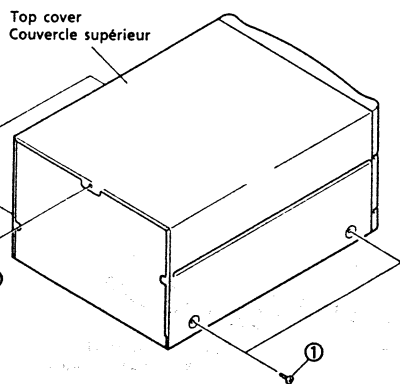
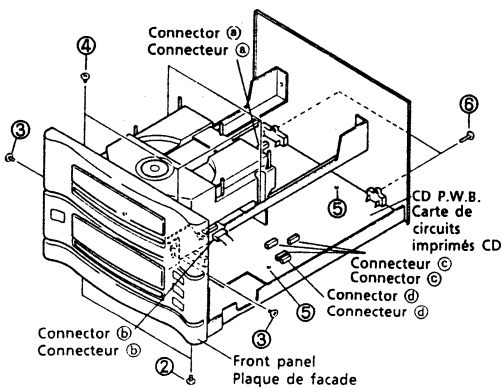
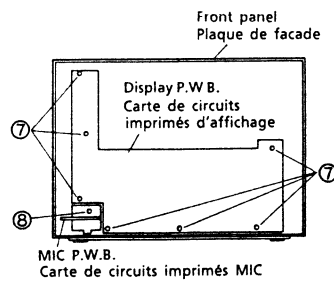

Fig. 11
Fig. 12
Fig. 14
- Retirer la plaque supérieure (Fig. 11)
- Retirer les 5 vis de fixation ①.
- Retirer la plaque de façade (Fig. 12)
- Après avoir retiré le couvercle supérieur, retirer la carte de circuits imprimés en film souple, 1 connecteur ② (W seulement), les 2 vis de fixation ② et les 2 vis de fixation ③.
- Séparation du mécanisme de platine CD (Figs. 12 et 13)
- Après avoir retiré le couvercle supérieur, débrancher le connecteur ④ et les 3 connecteurs ⑤. (Fig. 12)
- Retirer les 4 vis de fixation ④. (Fig. 12)
- Séparation de la carte de circuits imprimés CD (Fig. 12)
- Après avoir retiré le couvercle supérieur, débrancher les connecteurs ⑥ et 1 connecteur ⑦.
- Retirer les 3 vis de fixation ⑤ et les 2 vis de fixation ⑥.
- Séparation de la carte de circuits imprimés d'affichage (Fig. 14)
- Après avoir retiré la plaque de façade, retirer les 7 vis de fixation ⑦.
- Séparation de la carte de circuits imprimés de mic (Fig. 14)
- Après avoir retiré la plaque de façade, retirer la vis de fixation ⑧.